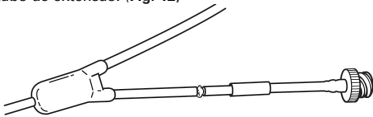

Fig. 13
4. Aplique adesivo na junção. (Fig. 13)